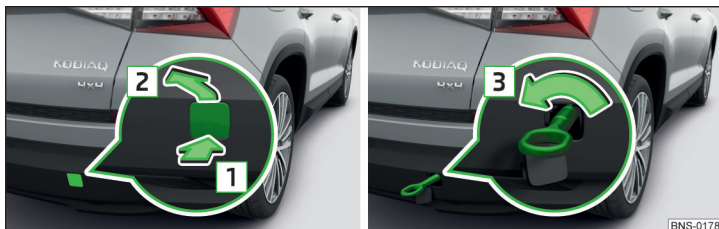

Fig. 350 Retirer le cache / monter l'œillet de remorquage
- Pour **enlever** le cache, appuyez sur le cache dans le sens de la flèche **1** et enlevez celui-ci dans le sens de la flèche **2** » fig. 350.
- Pour le **montage**, vissez l'œillet de remorquage manuellement à fond dans le sens de la flèche **3** » fig. 350 » **!**.